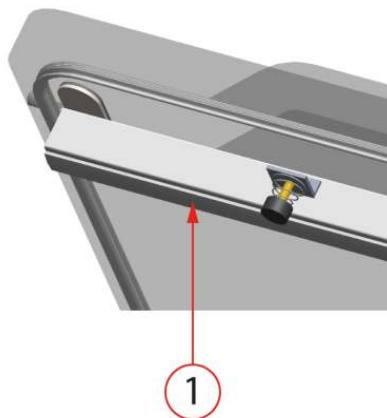

Abbildung 7: Austausch des Silikongummis der Silikonhalter
1. Ziehen Sie das alte Silikongummi vom Halter ab, vgl. Abbildung 7: Austausch des Silikongummis der Silikonhalter auf Seite 39.